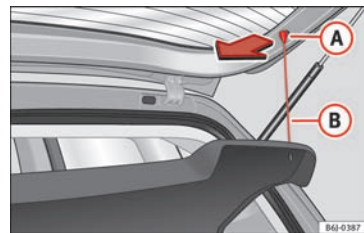

Fig. 159 Bagagerumsafdækning
- Hægt stropperne » Fig. 159 (B) af holderne (A).